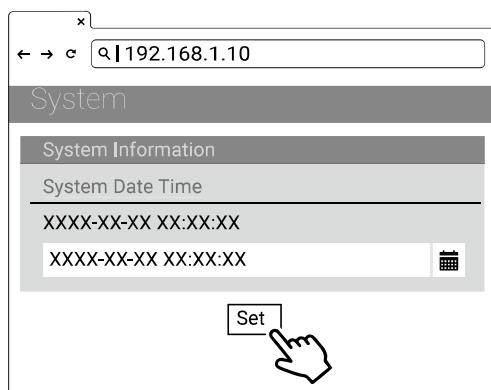

Figure 4-14. Réglage de la date/heure
- 5) Sélectionner SET et attendre que la fenêtre de fin s'affiche. Se référer à la figure 4-14 ci-après.